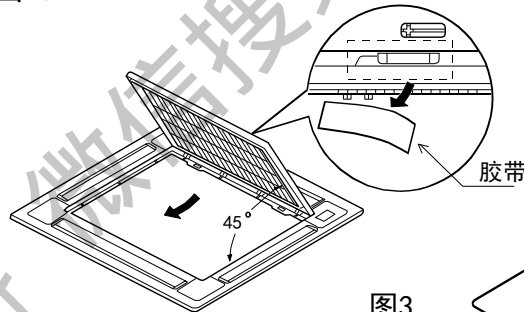

图3
- ② 把进风栅提起约45度角，把进风栅从装饰面板上卸下。然后撕掉进风栅背部的空气过滤器固定胶带(参阅图3)。